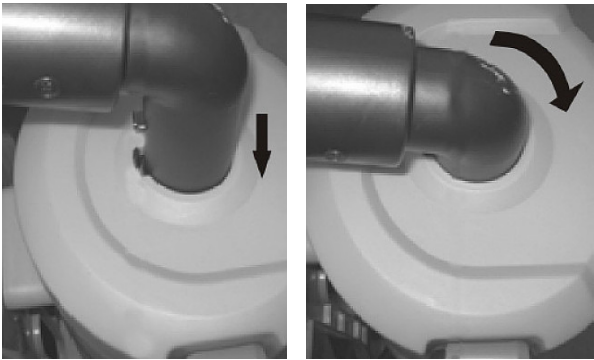

Abb. 5: Montage des Saugstutzens
Schritt 3: Setzen Sie den Schlauch in den oberen Einlass am Trockensauger ein (Abb.5) und drehen Sie den Stutzen eine halbe Umdrehung nach rechts um ihn zu befestigen.